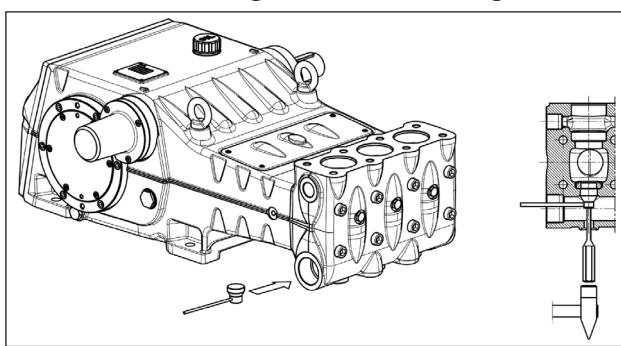

Abb. 113
**Sollte der Ausbau der Saugventilgruppe mit großen Schwierigkeiten verbunden sein (z. B. aufgrund von Verkrustungen nach längerem Stillstand der Pumpe), verwenden Sie den Abzieher Art. 27516200 (für LK36-LK40-LK45) oder Art. 27516300 (für LK50-LK55-LK60) (Pos. ①, Abb. 113) und gehen Sie lt. Anweisungen vor.**